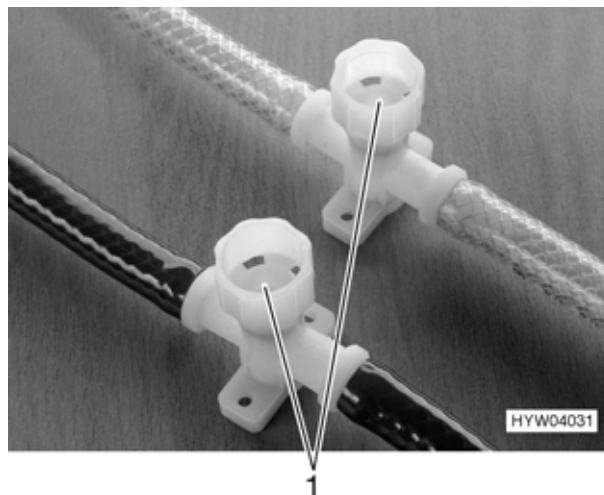
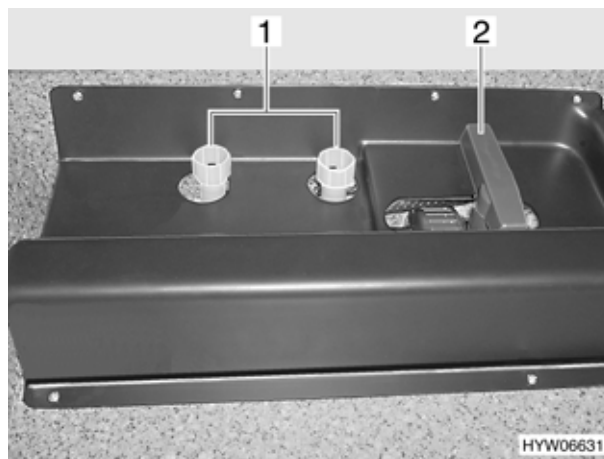

Fig. 143 Valvole di scarico su Star-Line
Fig. 144 Valvole di scarico sui modelli con doppio fondo
- Chiudere le valvole di scarico: ruotare i cappellini bianchi (Fig. 143,1 oppure Fig. 144,1) in senso orario. L'ubicazione delle valvole di scarico è riportata nella tabella delle "Posizione delle valvole di scarico" alla fine del presente capitolo.
- Girare in senso antiorario i cappelletti bianchi (Fig. 143,1 oppure Fig. 144,1).